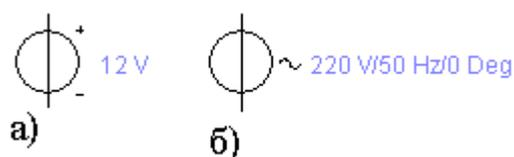

Рисунок 1.3 – Условные изображения неуправляемых источников постоянного (а) и переменного напряжения (б)
*Источник постоянного напряжения* (рис. 1.3, а). ЭДС источника постоянного напряжения (батареи) измеряется в вольтах и задается
**Источник переменного напряжения** (рис. 1.3, б). Действующее значение напряжения источника измеряется в вольтах и задается производными величинами (от мкВ до кВ). Имеется возможность установки частоты и начальной фазы.